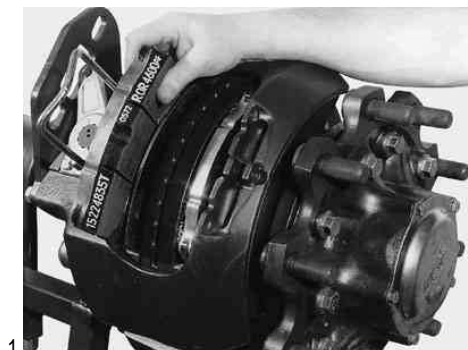

РИС. 17
6. Выньте внутреннюю тормозную колодку из блока суппорта. Если не предполагается замена этих колодок, то пометьте соответствующие внутренние и внешние колодки (Рис. 17).